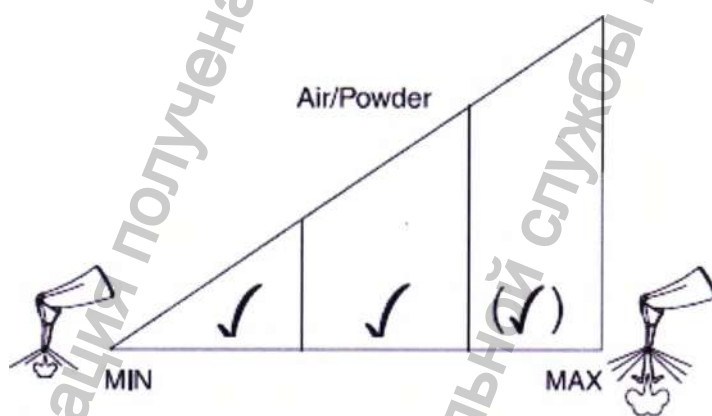

Рис.12
- Начинайте процедуру лечения, установив мощность подачи воздуха/порошка на минимальное значение. Затем в ходе лечения ее можно отрегулировать до требуемого уровня (рис.12).